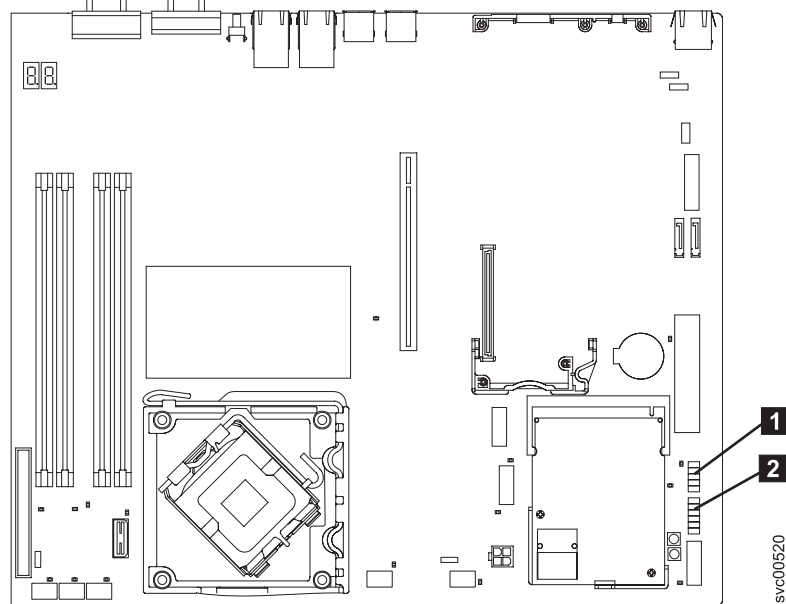

図 168. SAN ボリューム・コントローラー 2145-8A4 システム・ボードのオペレーター情報パネル用コネクタ
7. オペレーター情報パネル・ケーブルは、一緒にバンドルされてシャーシを介してルーティングされる、2本の太いケーブルと多数の細かいケーブルから成っています。それは、オペレーター情報パネル および前面 USB ポートへの接続を提供します。このケーブル・アセンブリをシステム・ボードの右側 (電源機構の隣) からたどって、フロント USB コネクタ **1** および オペレーター情報パネル・コネクタ **2** を、201 ページの図 168 に示すようにシステム・ボードから切り離します。